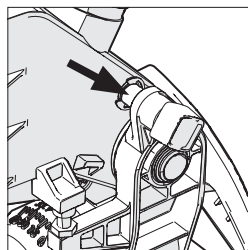

Fig. 16
Certifique-se de que a cabeça da serra está bloqueada na sua posição inferior com o pino de engate completamente encaixado (**ver Fig. 16**).
- Certifique-se de que a cabeça da serra está bloqueada na sua posição inferior com o pino de engate completamente encaixado (**Fig. 16**).
- Retire o pino de engate (**Fig. 16**) e deixe que a cabeça da serra suba até à sua posição superior.